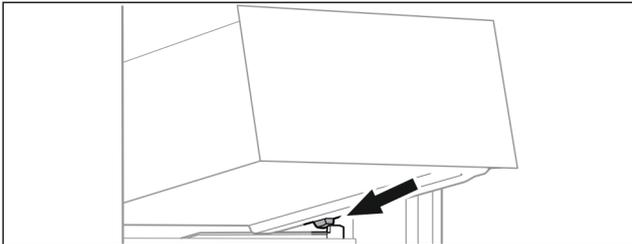

Fig. 12
- Placer le tiroir, en l'inclinant, derrière les butées sur la nervure de récipient Fig. 12 (1).